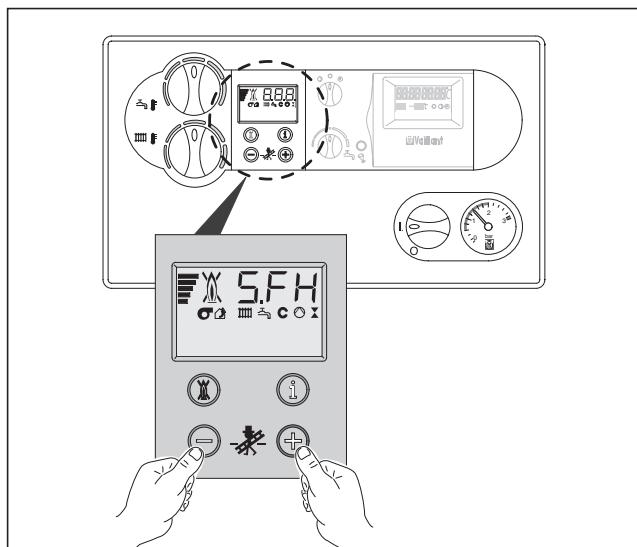

Fig. 3.15 Măsurări în modul „coșar” (la sistemul DIA)
- Activați modul coșar, apăsând simultan tastele „+” și „-“ ale sistemului DIA (fig. 3.15)